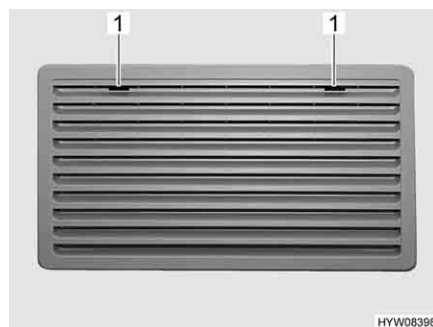
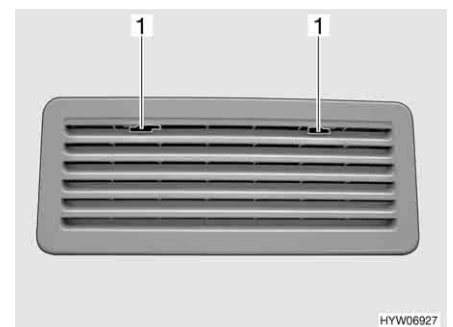

Fig. 191 Rejilla de ventilación del frigorífico (Thetford grande)
Fig. 192 Rejilla de ventilación del frigorífico (Thetford pequeño)
- Deslizar el bloqueo (Fig. 191,1 ò Fig. 192,1) hacia el centro.